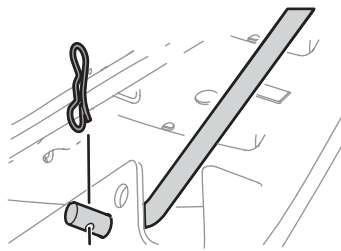

Figure 25
- Retirez la goupille fendue qui fixe la tige de relevage avant au plateau. Voir Figure 25. Faites sortir la tige de relevage du support avant.